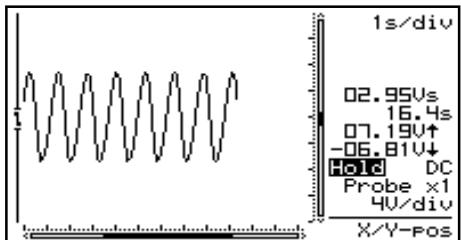

Fig 29
- At 1s/div timebase or slower, the readouts are forced to the instant information. ‘Vs’ (Fig. 29) .
**'Vs'** (**Fig 29**)
- Ab einer Zeiteinheit von 1s/div oder weniger wird die aktuelle Zeiteinheit, die Spannungsseinheit sowie die Maximal- und Minimalspannung angezeigt. Dieses kann nicht geändert werden. '**Vs**' (**Abb. 29**)